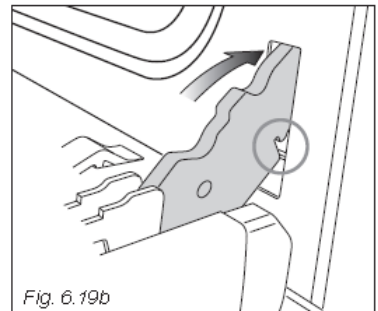

Fig. 6.19b
- Insira as linguetas da dobradiça nas aberturas da porta, certificando-se de que a ranhura se encaixe conforme mostrado na fig. 6.19b.